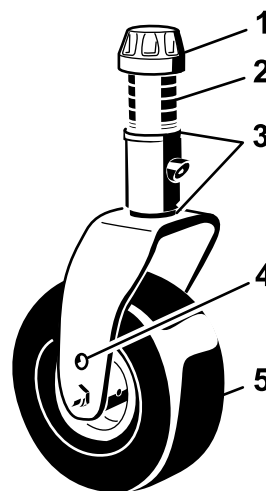

Figura 5
2. Coloque os eixos da roda giratória nos mesmos orifícios, em ambas as forquilhas da roda giratória. Consulte Figura 5 para determinar os orifícios corretos para a configuração.
3. Retire a tampa de tensionamento do eixo roscado e desloque o fuso (Figura 5) para fora do braço da roda giratória. Coloque os dois calços (3 mm) no eixo, tal como se encontravam originalmente. Estes calços são necessários para atingir a mesma altura ao longo de toda a largura das unidades de corte. Desloque um número apropriado de cunhas de 13 mm para o eixo para obter a altura de corte desejada; em seguida, desloque a anilha para o eixo.